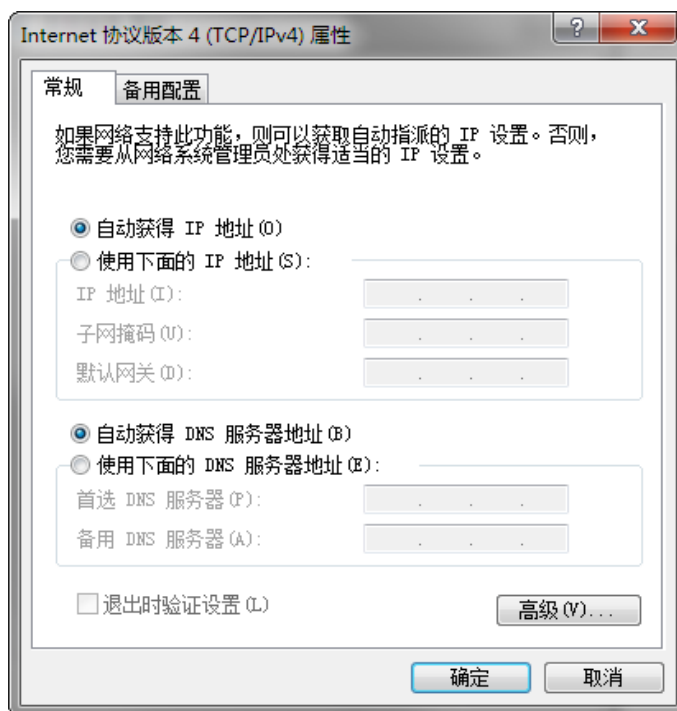

图3-7 本地网卡设置
1. 依次打开电脑上的“控制面板” > “网络和 Internet” > “网络和共享中心” > “更改适配器配置”，选择对应的网卡，将网卡配置成自动获得 IP 地址或手动分配与相机同一网段地址，如图 3-7 所示。